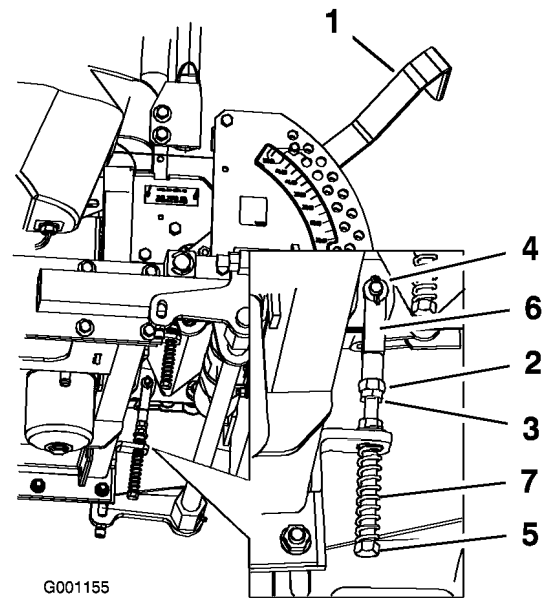

Figura 65
8. Se occorre regolare, allentate il dado e il controdado contro la forcella (Figura 65).
9. Premete leggermente indietro la leva di comando del movimento, e girate la testa del bullone di regolazione nella direzione opportuna finché la leva di controllo non si trova al centro, in posizione di bloccaggio in folle (Figura 65).
10. Serrate il dado e il controdado (Figura 65).